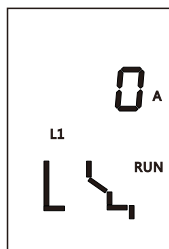

图53 L1相电流显示界面
7.6.6.5.1 缺省状态：缺省状态即为测量状态，故障指示灯都灭，控制器处在无按键操作，显示最大电流。在缺省状态若按“▲”或“▼”键，循环显示L1、L2、L3、(LN)、Lg电流值。示例图见图53